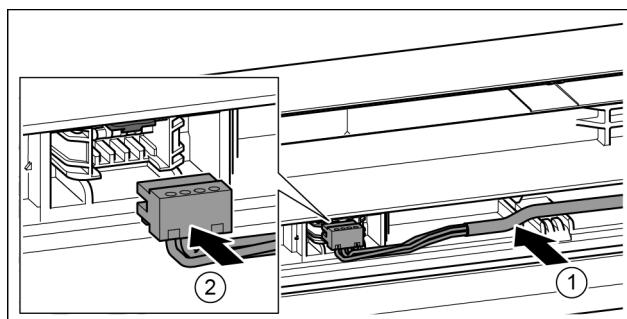

Fig. 43
- ▶ Вставте сірий кабель в направляючу в верхніх дверцях. Fig. 43 (1)
- ▶ Зафіксуйте штекер. Fig. 43 (2)